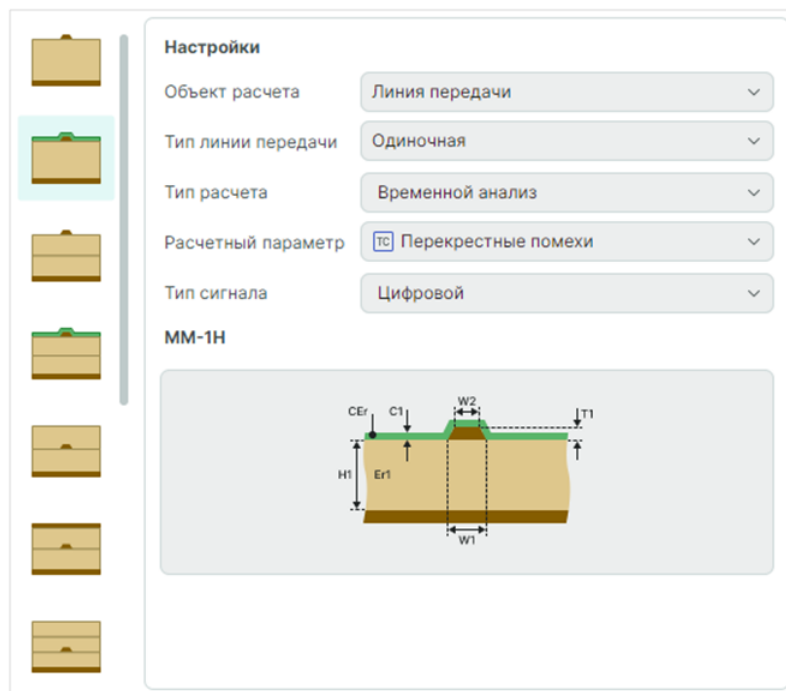

Рис. 110 Настройки расчета «Перекрестные помехи»
1. Определите стартовые настройки расчета (Рис. 110):